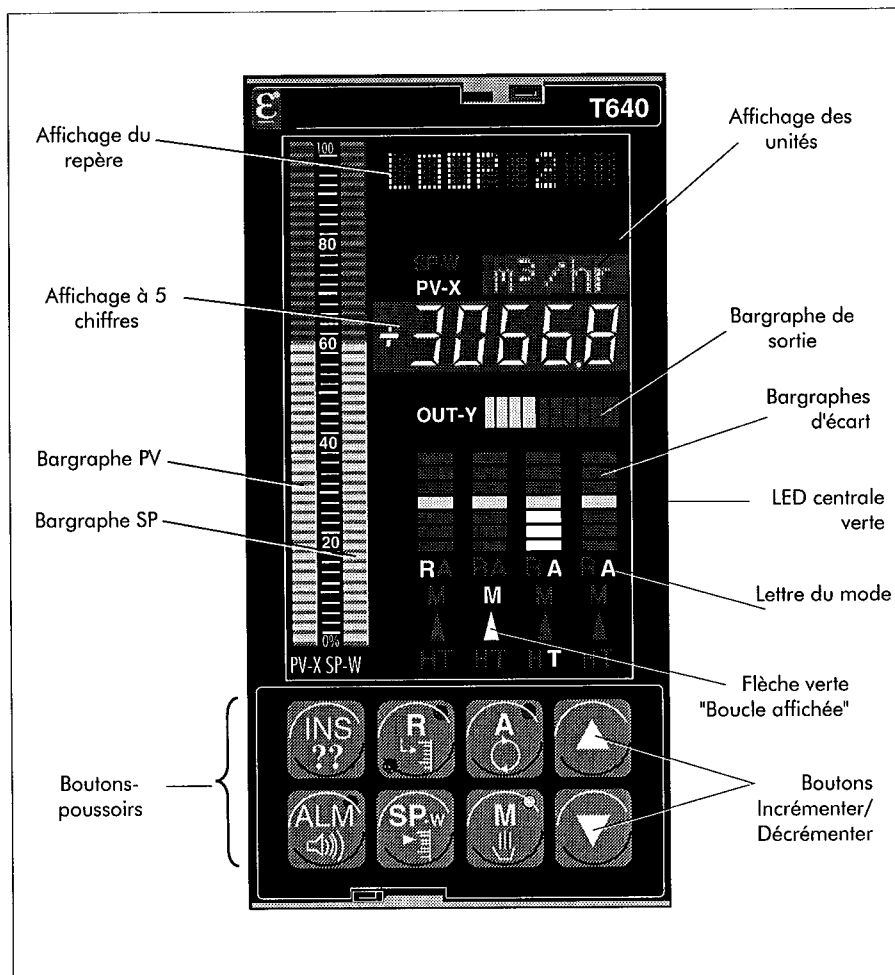

Figure 4-1 Face avant T640 — interface opérateur
La figure 4-1 montre la face avant avec un affichage type.
La figure 4-1 montre la face avant. Quatre affichages récapitulatifs montrent les bargraphes d'écart rouges des quatre boucles du T640 — boucles 1 à 4 de gauche à droite. *DevnBar*, dans le bloc SETPOINT (point de consigne), définit la plage d'écart du bargraphe, à savoir ± 3 , ± 10 (par défaut), ou $\pm 30\%$. PV peut être affiché à la place, à 100 % de l'échelle, si *DevnBar* = Abs_PV. La LED centrale verte est allumée, si le bargraphe affiche un écart. La LED rouge du bas est allumée si PV est affiché. Un bargraphe clignotant indique que la boucle est en alarme absolue ou en alarme d'écart.
Affichage rouge affichant normalement la valeur *PV* du bloc SETPOINT (point de consigne) (ou PID) en unités physiques. La légende **PV-X** (voir figure 4-1) n'est affichée en rouge que si *PV* est affiché.
- 2 Tenez la clé à environ 15 cm de la face avant du T640, en visant la LED infrarouge au niveau de la légende **OUT-Y** à gauche du bargraphe de sortie (voir figure 4-1). Le capteur IR se trouve derrière la face avant. Appuyez sur **INS**, appuyez ensuite sur la clé pour enclencher le commutateur interne. Si la clé de sécurité est valable, l'affichage du repère affiche **LOOP** (boucle) et vous passez en mode accès boucle. Les clés non valables affichent **Bad Key** (mauvaise clé).